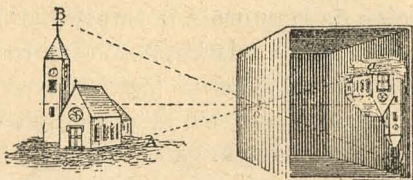

Fig. 147.—Cámara oscura.
**1. Cámara oscura fotográfica.** — Cuando se coloca una lente convergente en la abertura de la cámara oscura (fig. 147), se obtiene sobre la pared opuesta una ima-